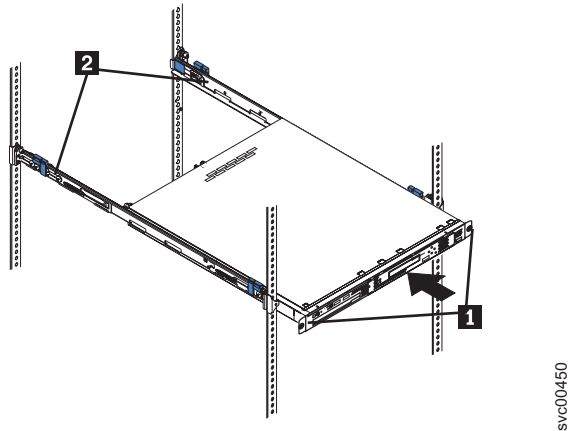

図 23. ノードおよび配送用ブラケットを固定する拘束つまみねじ
1. スライド・レールでノードの位置を合わせ、ノードをラック・キャビネットに完全に押し込みます。拘束つまみねじ (51 ページの図 23 の **1**) を使用して、ノードを前部取り付け用フランジに固定します。
1. スライド・レールでノードの位置を合わせ、ノードをラック・キャビネットに完全に押し込みます。拘束つまみねじ (図 23 の **1**) を使用して、ノードを前部取り付け用フランジに固定します。